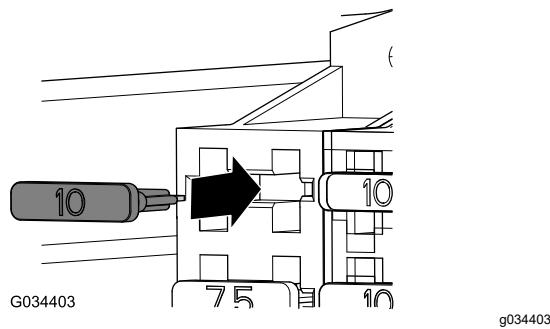

Bild 22
3. Setzen Sie die Sicherung (10 A) in die Buchse für die LED-Scheinwerfer im Sicherungsblock ein (Bild 22).